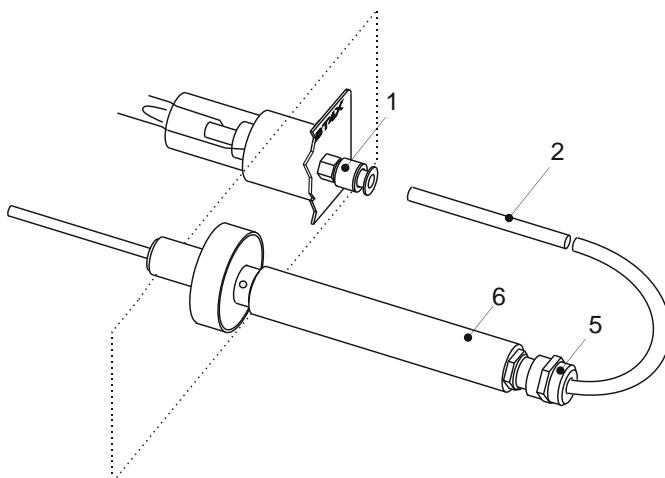
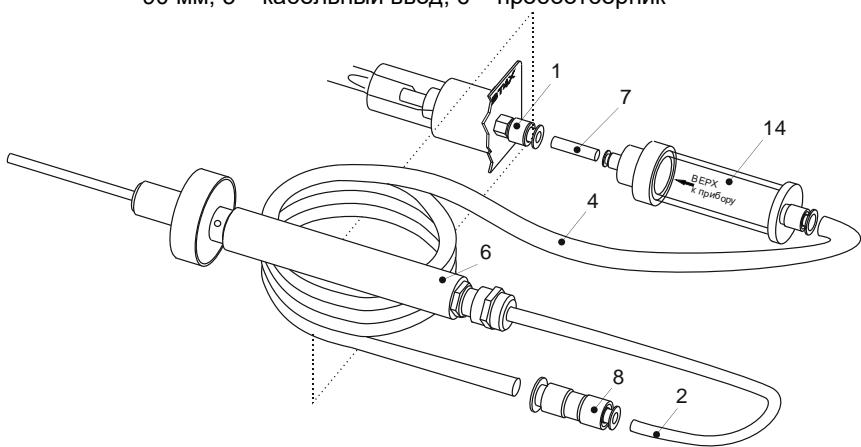

Рис. 1. Схема соединения элементов пробоотборника с газоанализатором
Рис. 2. Схема соединения удлинителя и устройства защиты детектора с газоанализатором
1.1. Отсоедините трубку фторопластовую 2 от переходника 1 (рис. 1). Соедините устройство 14 с переходником 1, используя трубку 7 (поставляется с устройством), и с удлинителем, трубку 2 соедините с переходником 8 удлинителя (рис. 2).
2.3. Для проверки чистоты устройства с помощью фторопластовой трубы 7 соедините выход устройства с входным штуцером 1 газоанализатора (см. рис. 2), а вход – с фильтром-поглотителем и включите газоанализатор. Если показания газоанализатора не превышают 5 мг/м³, устройство считается пригодным к использованию. Если показания газоанализатора превышают 5 мг/м³, следует промыть фильтр повторно и заменить мембрану.